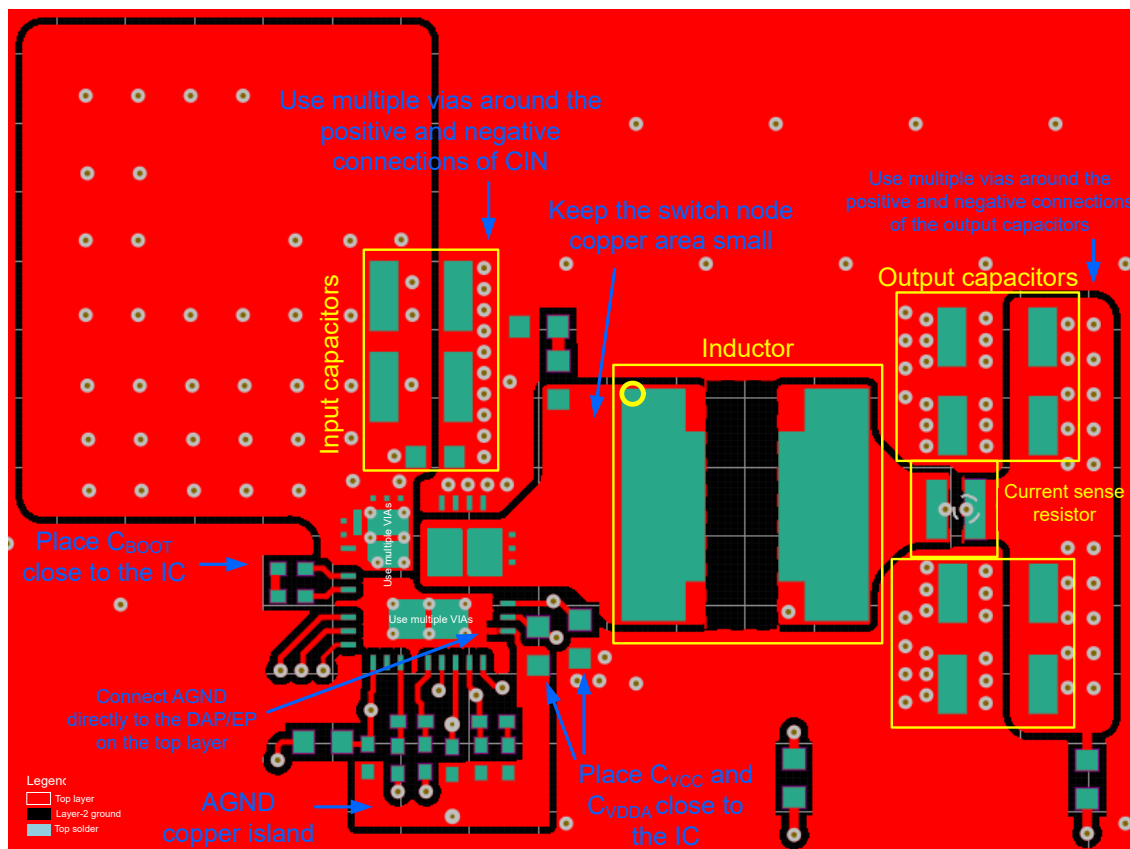

图 9-15. PCB 顶层
以下列表总结了用于优化 DC/DC 稳压器性能（包括热特性和 EMI 特性）的 PCB 布局和元件放置基本指南。图 9-15 展示了器件的推荐布局，并优化了功率级和小信号元件的布局和布线。
- 在 VIN 到 PGND 之间放置具有 X7R 或 X7S 电介质的低 ESR 陶瓷电容器。将 0402 或 0603 电容器靠近 VIN 放置以实现高频旁路，如图 9-15 所示。使用额外的 1206 或 1210 电容器作为大容量电容。